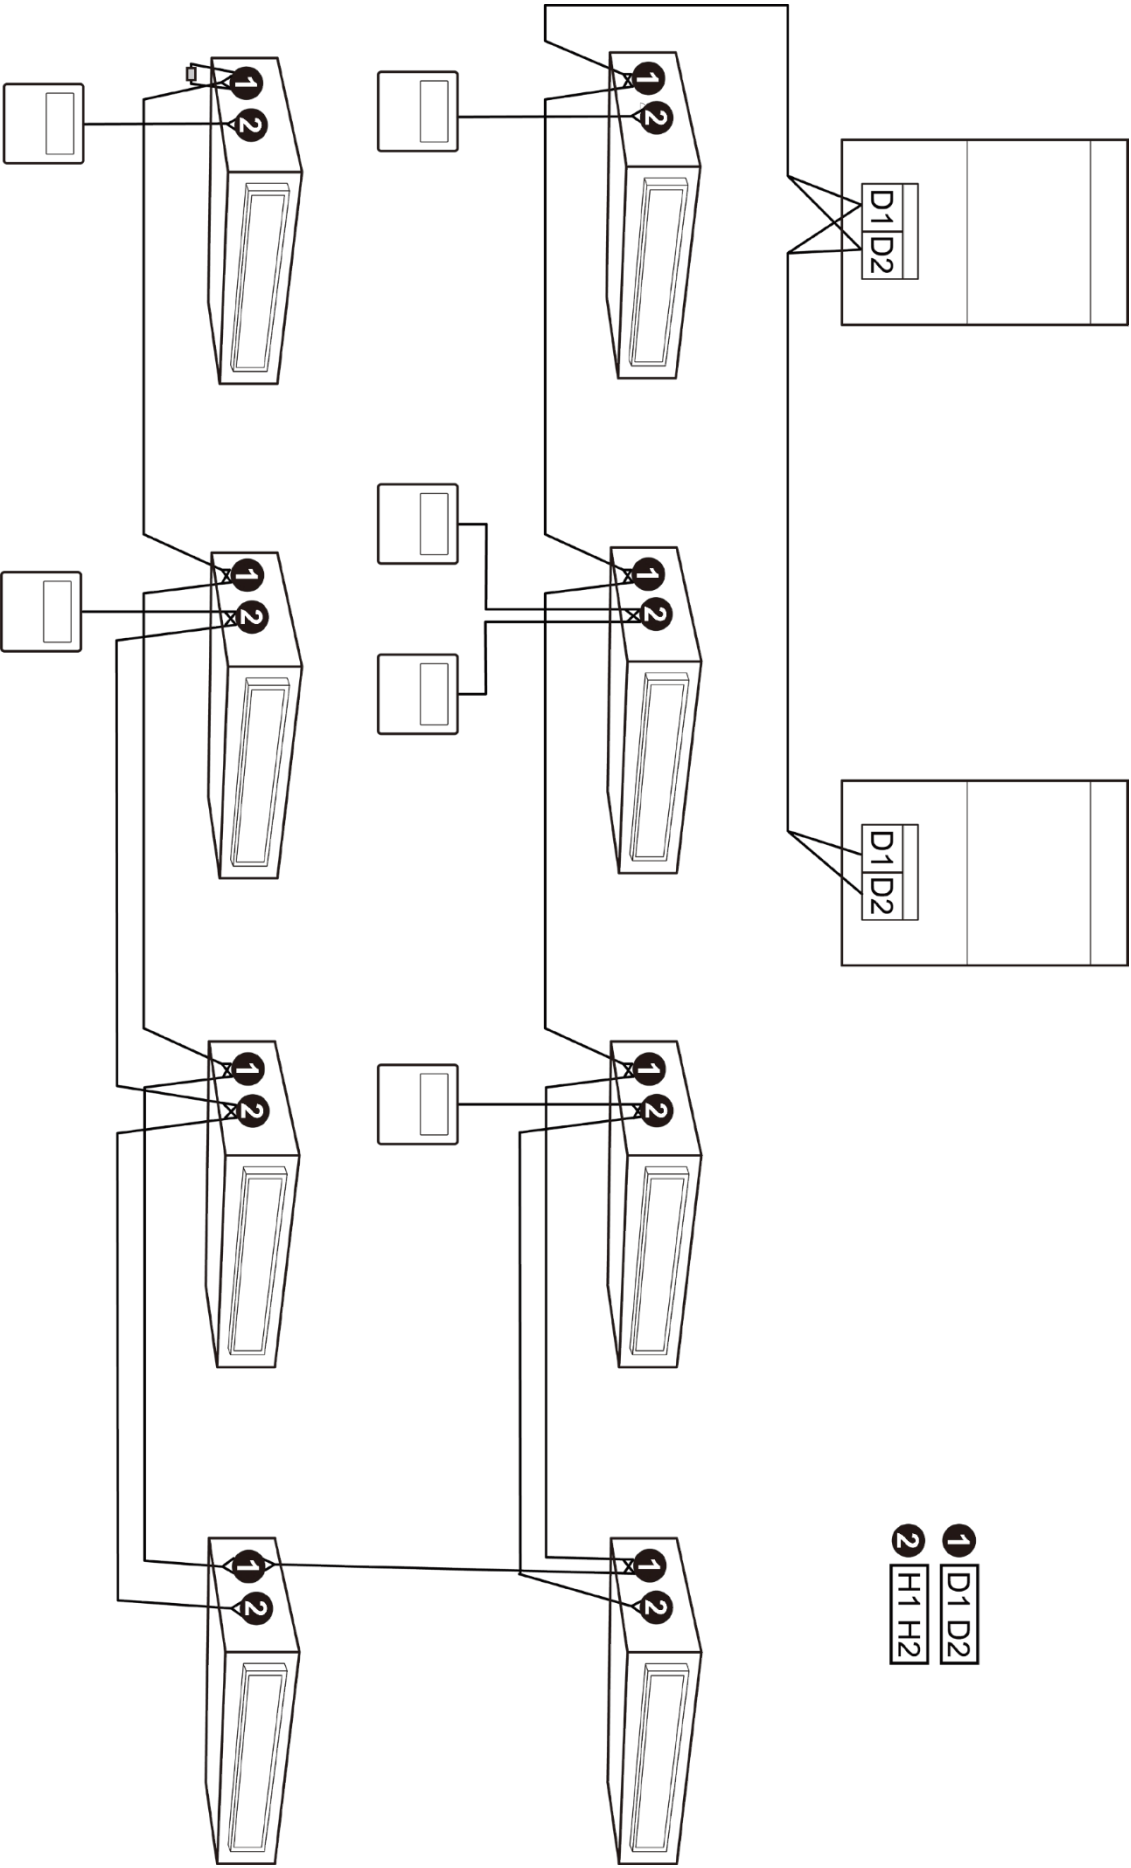

Abb. 5.5
- ① Das Kommunikationskabel des Innengeräts und des Außengeräts (oder Innengeräts) wird an D1, D2 angeschlossen.
- ② Der kabelgebundene Regler ist an H1 und H2 angeschlossen.
- ③ An ein Innengerät können zwei kabelgebundene Steuerungen angeschlossen werden, die als Master und Slave definiert werden müssen.
- ④ Ein kabelgebundener Regler kann maximal 16 Innengeräte gleichzeitig steuern. (Wie in Abb. 5.5 dargestellt).